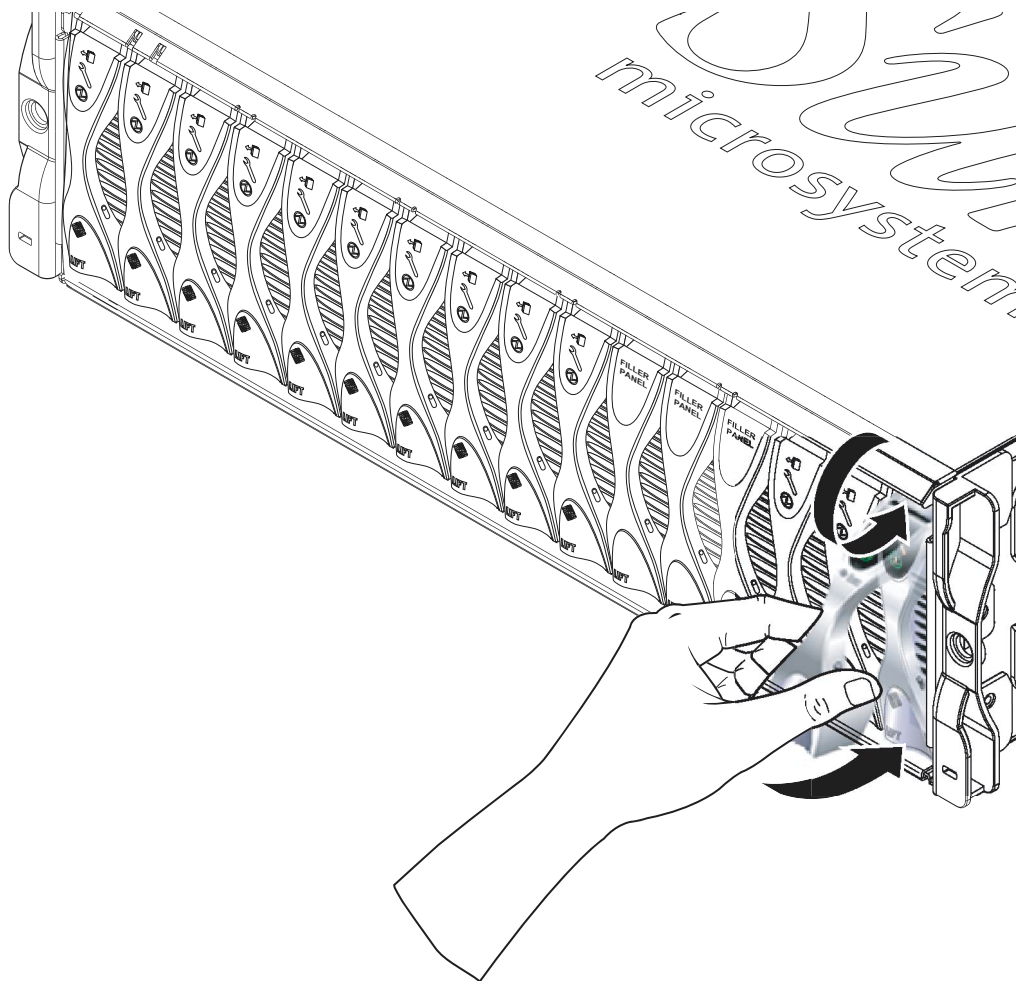

图 4-6 合上刀片弹出杆装置
6. 向下推刀片，直至听到栓锁发出“卡嗒”声入位，此时刀片完全合上。这将使刀片与机箱插槽完全啮合（图 4-6）。